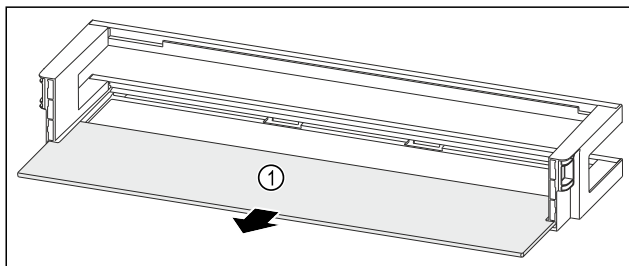

Fig. 259 Türabsteller mit Abstellfläche
- ▶ Abstellfläche Fig. 259 (1) entnehmen.